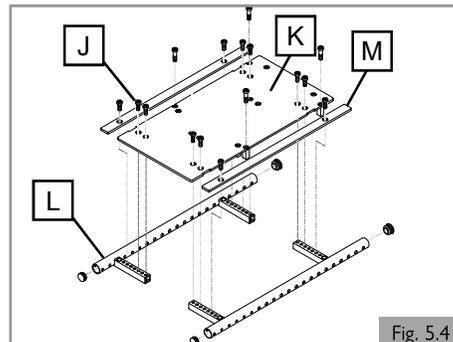
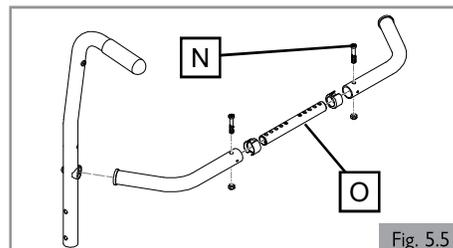

Fig. 5.4
Fig. 5.5
1. Con el pasador de reclinación manual (H) al costado de la silla, gire en el sentido de las manecillas del reloj para reclinarse y en el sentido contrario a estas para volver el respaldo a una posición vertical.
5.4 Ajustes de la bandeja del asiento y el tamaño del respaldo (Fig. 5.4 y Fig. 5.5)
1. Ajuste de la anchura de la estructura/bandeja del asiento (Fig. 5.4)
- b. Para ajustar la anchura de la zona del asiento, retire los tornillos (J) que fijan la bandeja del asiento a la estructura del asiento (L).
- c. Vuelva a colocar (K) (ya sea la bandeja sólida o dividida del asiento) para alcanzar la anchura deseada (cada 1,3 cm [0,5 in] en cada lado). Asegúrese de que la bandeja del asiento esté centrada y con espacios iguales a ambos lados.
- d. Para alcanzar una anchura de 33 cm (13 in) (25 cm x 25 cm [10 in x 10 in] a 33 cm x 45 cm [13 in x 18 in]), deberá montar los llenadores de anchura (L) para cubrir el espacio entre el riel del asiento (M) y la bandeja del asiento (K).
2. Ajuste de la anchura de la estructura de soporte para el respaldo (Fig. 5.5)
- a. Después de medir el ajuste de anchura en la zona del asiento, retire el herraje de seguridad frontal (N) del tubo de ajuste (O) en la barra estabilizadora.